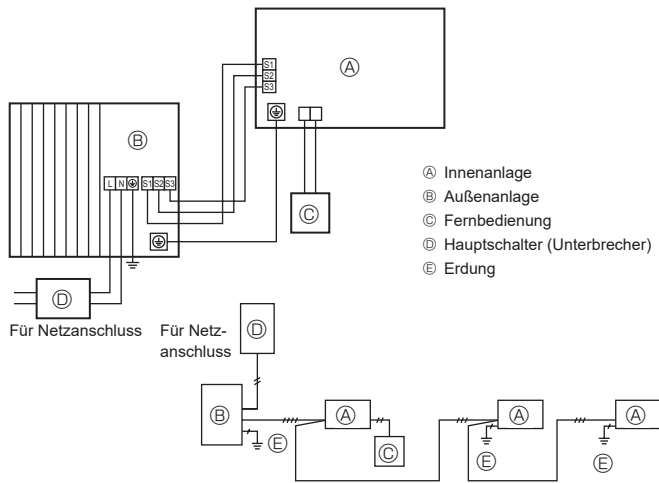
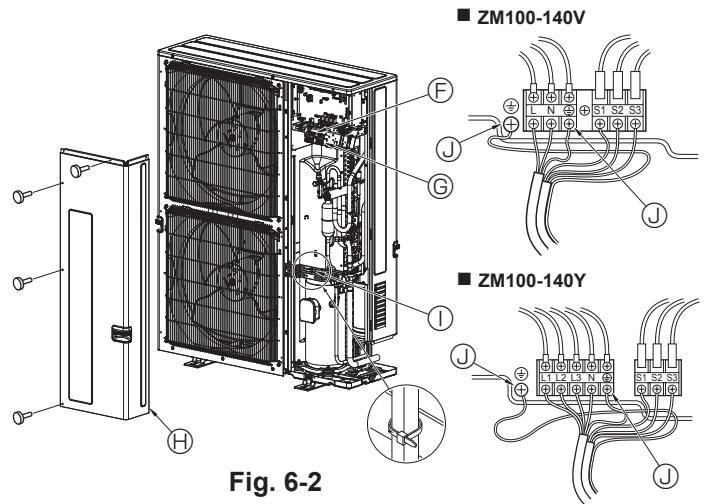

Fig. 6-1
Fig. 6-2
### 6.1. Auenanlage (Fig. 6-1, Fig. 6-2)
- ① Die Bedienungsplatte abnehmen.
- ② Die Kabel gema der Fig. 6-1 und der Fig. 6-2 verdrahten.